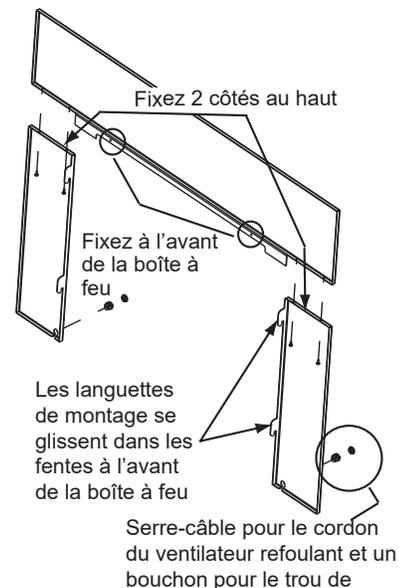

Figure 20.3
2. À l'aide d'un long tournevis à tête cruciforme de 102 à 152 mm (4 à 6 po) de long, fixez les parties latérales de l'encadrement à la partie supérieure de l'encadrement en utilisant les 2 vis auto-taraudeuses n° 8 fournies avec le l'ensemble (**Figure 20.3**).
5. Glissez l'ensemble de la garniture sur l'encadrement et après sur l'appareil, avec les pattes de fixation sur les pièces latérales alignées avec les fentes de l'appareil (**Figure 20.3**).
6. Alignez les 2 vis dans la partie supérieure de l'encadrement avec les 2 trous d'alignement en dessus de l'appareil. Fixez en place (**Figure 20.3**).